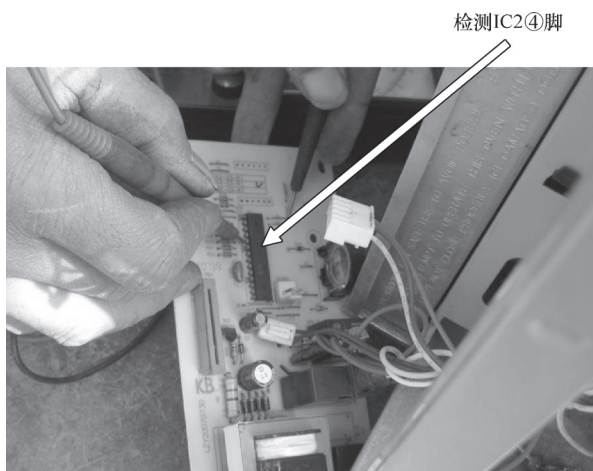

图 5-57 测量 IC2 ④脚
接通单片机电源，测量其 A4 引出线和 C6 引出线有 +5V 输出，正常。再测 IC2 的④脚也输出了低电平，如图 5-57 所示。